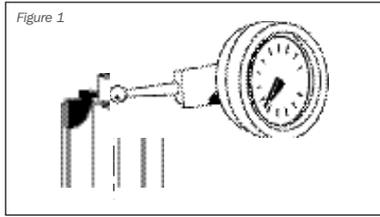
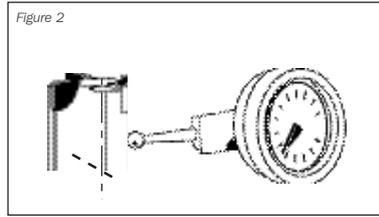

Figure 1
Figure 2
4. 按图1和图2所示，放置测量头在刀具端部，使用安装螺丝 A, B, G, H 进行该点跳动的调节。